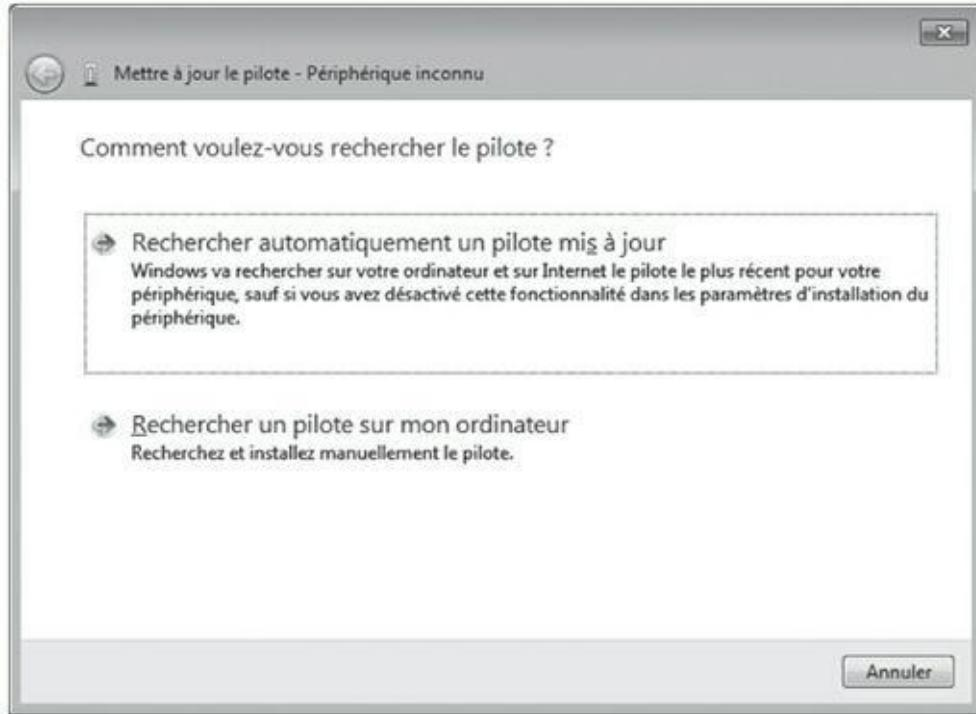

FIGURE 3-3 Installer les pilotes dans le Gestionnaire de périphériques.
4. Cliquez du bouton droit sur l'Arduino Uno et sélectionnez Mettre à jour le pilote dans la liste qui apparaît ; cliquez ensuite sur Rechercher un pilote sur mon ordinateur (voir Figure 3-3).